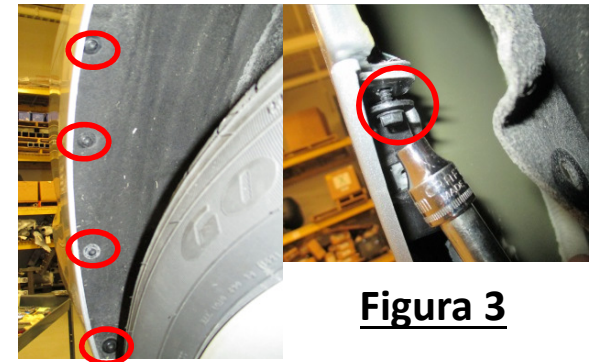

Figura 3
1. Remoción de la fascia: Usar un destornillador de cabeza plana y una llave de 10 mm para quitar (2) remaches y (2) tapones plásticos de la fascia inferior, ver la Figura 2. Usar un destornillador T15 y una llave de 7 mm para retirar (5) tornillos del receptáculo de la rueda en cada lado, ver la Figura 3. Abrir el maletero y quitar con cuidado la fascia. Con cuidado, colocar la fascia del parachoques a un lado.